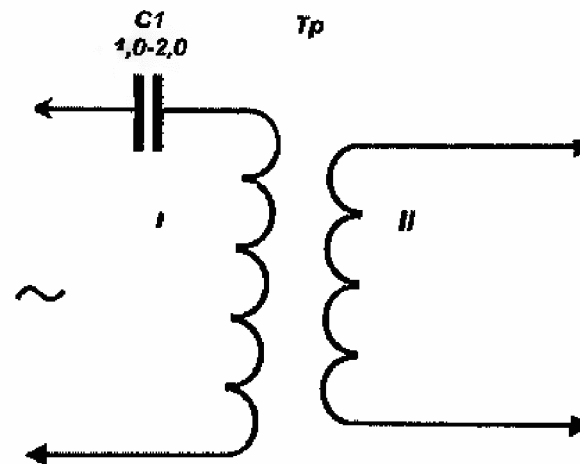

Рис. 1.13 Схема понижающего трансформатора
- участок проводки, место короткого замыкания на котором предстоит определить, подключают к понижающему трансформатору (рис. 1.13); в момент приближения разомкнутой стороны магнитопровода к точке короткого замыкания в головных телефонах появляется звуковой сигнал. За местом короткого за-